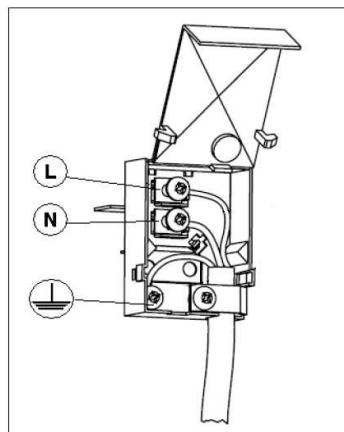

Рис. 5.
4. Закройте крышку клеммной коробки. См. рис. 5 выше.